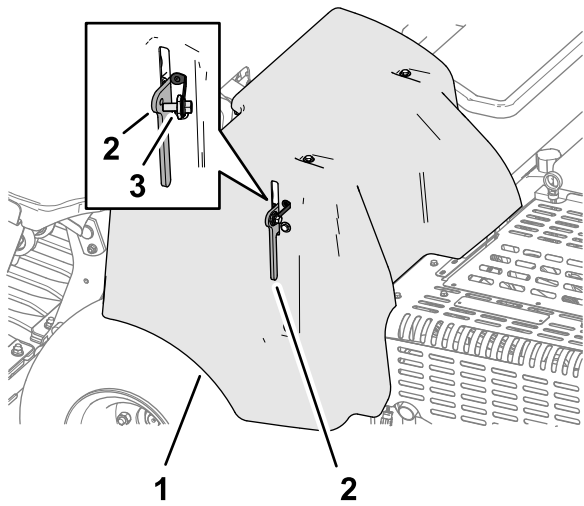

Bild 130
1. Wenn Ihre Maschine mit einem CE-Gurtschloss der Riemenabdeckung ausgestattet ist, lösen Sie die Schraube des Gurtschlosses, bis sie sich vom Schloss löst (Bild 130).